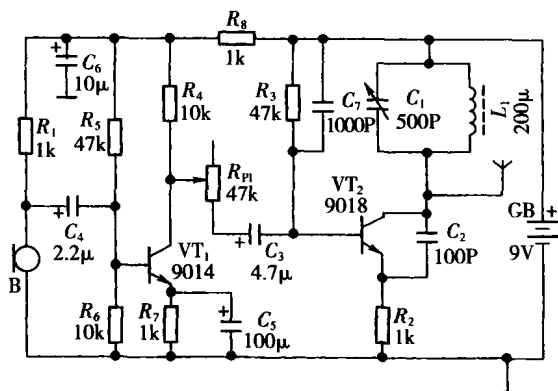

图 1-2 调幅音频发射电路
单元电原理图是电子产品整机电原理图中的一部分,并不单独构成一张图。在一些书刊中,为了给分析某一单元电路的工作原理带来方便,将单元电路单独画成一张图纸。下面我们通过图 1-2 所
示调幅音频发射电路图的例子,作进一步的说明。调幅音频发射电路其发射频率可在  $500\sim 1600\text{ kHz}$  调整,  $C_1$ 、 $C_2$ 、 $L_1$ 、 $VT_2$  组成调幅振荡器电路,振荡频率可以通过调整  $C_1$  的电容量来调整。音频信号经过  $VT_1$  及其外围元件组成的放大电路放大后,再经过  $R_{P1}$ 、 $C_3$  耦合到  $VT_2$  基极,与  $VT_2$  振荡器产生的载波叠加在一起后通过发射天线将音频信号发射出去。发射天线可以用一根  $1\text{ m}$  左右的金属导线代替,元器件参数见图 1-2。
(1)图形符号:图形符号是构成电路图的主体。在图 1-2 所示图中,各种图形符号代表了组成调幅音频发射电路的各个元器件。例如,小长方形“□”表示电阻器,两道短杠“= ”表示电容器,连续的半圆形“~”表示电感器等。各个元器件图形符号之间用连线连接起来,就可以反映出调幅音频发射电路的结构,即构成了调幅音频发射电路的电路图。
(2)文字符号:文字符号是构成电路图的重要组成部分。为了进一步强调图形符号的性质,同时也为了分析、理解和阐述电路图的方便,在各个元器件的图形符号旁,标注有该元器件的文字符号。例如在图 1-2 中,文字符号“R”表示电阻器,“C”表示电容器,“L”表示电感器,“VT”表示晶体管等。在一张电路图中,相同的元器件往往会
有许多个,这也需要用文字符号将它们加以区别,一般是在该元器件文字符号的后面加上序号。例如在图 1-2 中,电阻器分别以“ $R_1$ ”、“ $R_2$ ”等表示,电容器分别标注为“ $C_1$ ”、“ $C_2$ ”、“ $C_3$ ”等,晶体管分别标注为“ $VT_1$ ”、“ $VT_2$ ”。
(3) 注释性字符:注释性字符用来说明元器件的数值大小或者具体型号,通常标注在图形和文字符号旁,它也是构成电路图的重要组成部分。例如图 1-2 中,通过注释性字符即可以知道:电阻器  $R_1$  的阻值为  $1\text{k}\Omega$ ,  $R_2$  的阻值为  $1\text{k}\Omega$ ;电容器  $C_1$  的电容量为  $500\text{pF}$ ,  $C_2$  的电容量为  $100\text{pF}$ ,  $C_3$  的电容量为  $4.7\mu\text{F}$ ;晶体管  $VT_1$ 、 $VT_2$  的型号分别为 9014、9018 等。注释性字符还用于电路图中其他需要说明的场合。由此可见,注释性字符是分析电路工作原理,特别是定量地分析、研究电路工作状态所不可缺少的。